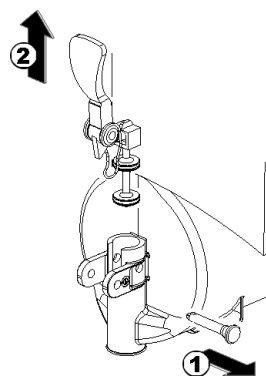

figura 12
- 5 Disassemblare il rubinetto con la sequenza indicata (vedere figura 12).
- 3 Riasssemblare il rubinetto sul contenitore con sequenza inversa rispetto a quanto fatto per lo smontaggio (vedere figura 12).